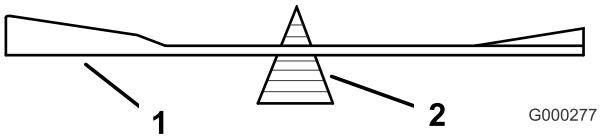
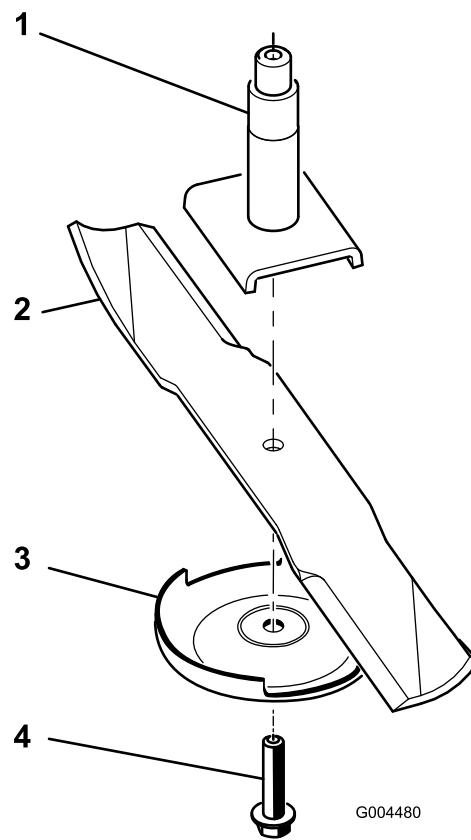

図 22
図 23
2. スピンドルのシャフトからブレードボルト、芝削り防止プレート、ブレードを取り外す（図 23）。
2. ブレードバルンサー（図 22）を使ってバランスを調べる。ブレードが水平に停止すればバランスがとれているからそのまま使用してよい。もし傾くようなら、重い方の裏面を少し削って調整する（図 23）。バランスがとれるまで調整する。
1. スピンドルシャフトにブレードを取り付ける（図 23）。
2. 芝削り防止プレートとブレードボルトを取り付ける（図 23）。